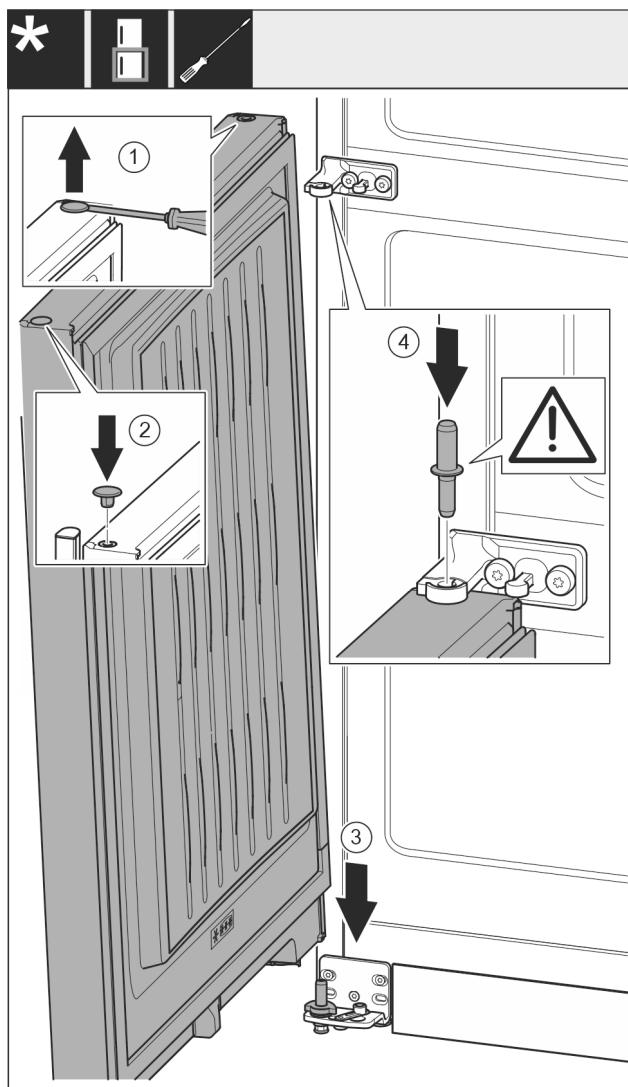

Fig. 29
- За допомогою шліцевої викрутки обережно підніміть пробку та витягніть її. Fig. 29 (1)
- Знову вставте пробку з іншого боку дверцят. Fig. 29 (2)
- Встановіть дверцята зверху на нижній опорний гвинт. Fig. 29 (3)
- Середній опорний гвинт встановіть в нижні дверцята через середній опорний кронштейн. При цьому виступ фіксатора повинен бути спрямований назад. Fig. 29 (4)